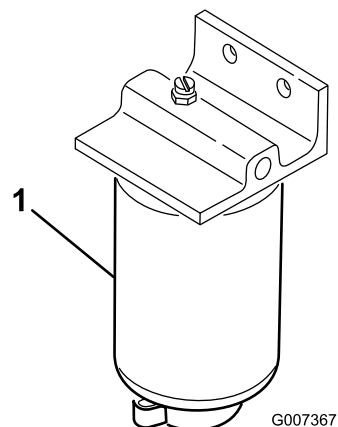

Figura 40
2. Limpie la zona de montaje del cartucho del filtro (Figura 40).
4. Abra el tapón de vaciado y la válvula de alivio del filtro (Figura 40).